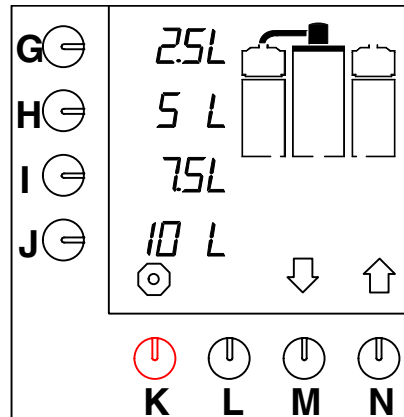

Abb. 8 Ausgangsbildschirm
- Die Kontrolleuchte im Schalter schaltet sich ein. Die Standardwahlmöglichkeiten erscheinen auf dem Display (Abb.8).